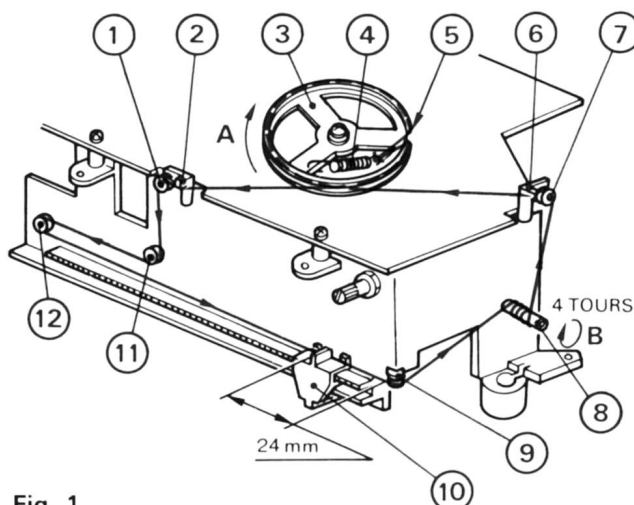

Fig. 1
- 3° - Tourner la poulie (3) dans le sens de la flèche A jusqu'en butée.
- 4° - Prendre un cordonnet de 680 mm puis nouer les deux extrémités au ressort (4).
- 5° - Passer un des brins du cordonnet dans l'encoche (5) puis passer sous le guide (2) sur les poulies (1), (11), (12), et (9).
- 6° - Effectuer 4 tours sur l'axe (8) dans le sens de la flèche B.
- 7° - Passer sur la poulie (7) puis sous le guide (6).
- 8° - Terminer en effectuant un tour sur la poulie (3) dans le sens de la flèche A.
- 9° - Placer l'aiguille (10) comme indiqué sur la figure 1.